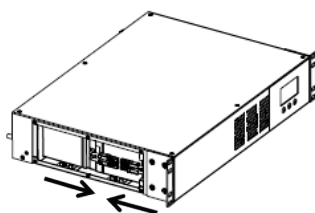

Figure 2
3. Vérifiez la polarité des connecteurs Anderson. Assemblez-les et appuyez sur les deux bouts jusqu'à ce qu'ils s'enclenchent. (FIG. 2)